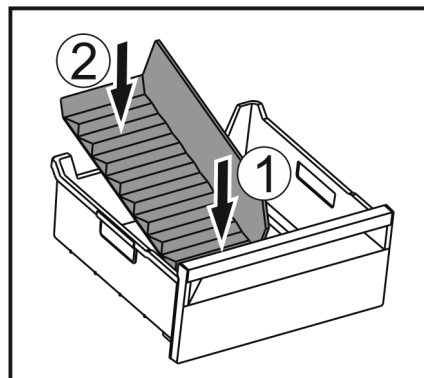

Fig. 184
- Vstavite sprednji del pregrade predala za led. Fig. 184 (1)
- Zadnji del pregrade predala za led spustite do dna predala. Fig. 184 (2)